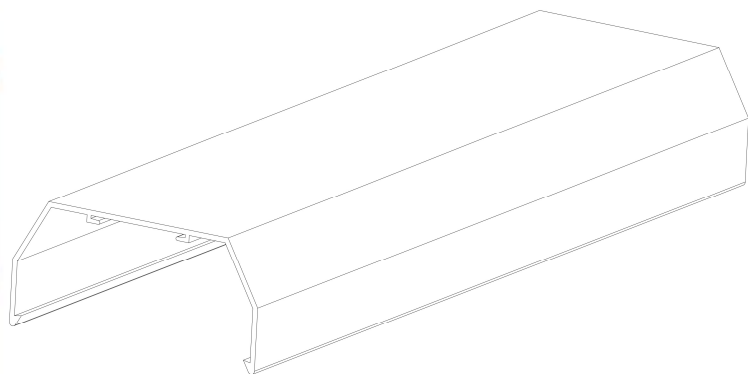
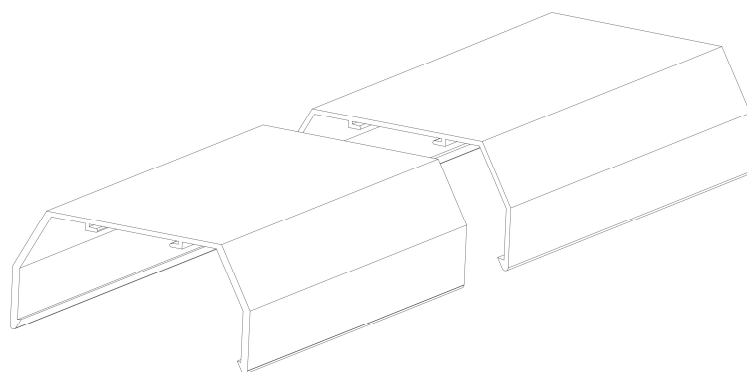

Рисунок 92 – целый защитный профиль
Рисунок 93 – защитный профиль с отрезанной частью
- Отрежьте с помощью инструмента необходимую длину защитного профиля (рис. 92; рис. 93).